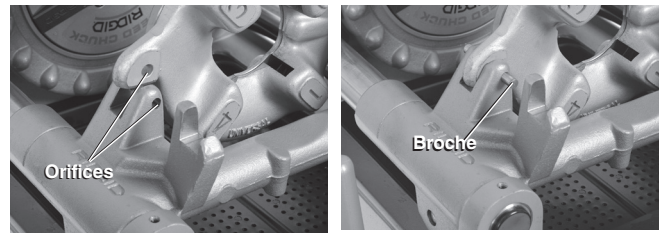

Figure 26 – Rétention de la tête de filière à gauche
2. Enflez une broche de $\frac{5}{16}$ " et de 2" de long à travers les orifices du support de chariot et de la tête de filière à gauche pour la retenir (Figure 26).